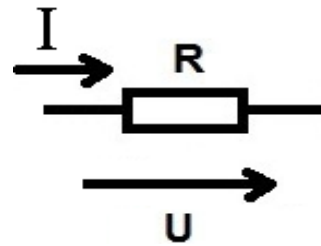

Рис. 1.38. Схема к контрольному вопросу 2
2. Если сопротивление  $R$  и напряжение  $U$  увеличить в два раза, что произойдет с током  $I$  (рис. 1.38)?